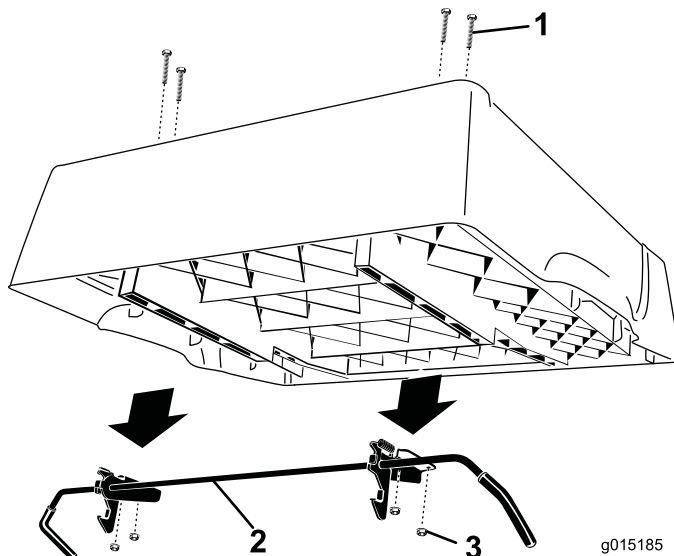

Figura 3
5. Retire as 4 porcas flangeadas que prendem os suportes da barra do trinco ao lado inferior da caixa (Figura 3). Retire e guarde a barra e trincos. Deixe os parafusos de carroçaria nos furos e prenda-os à plataforma com as porcas flangeadas.